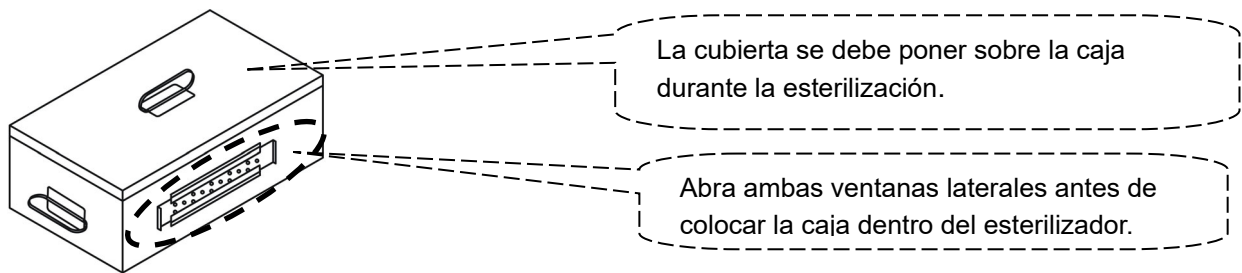

Figura 17
- D. Coloque los artículos que se van a esterilizar y las tiras indicadoras de esterilización en la canastilla según lo requerido. Recuerde abrir ambas ventanas laterales antes de colocar la caja en el esterilizador según se muestra en la Figura 17.